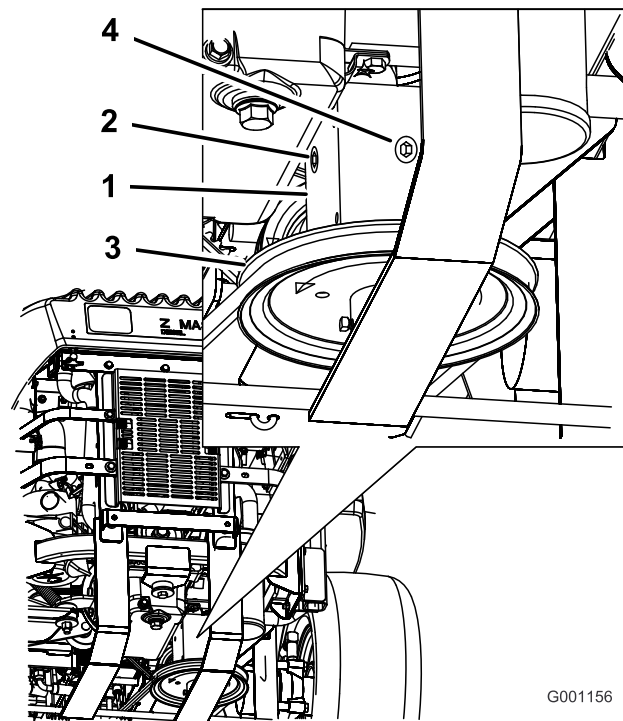

Figure 56
4. Enlevez le bouchon latéral ou arrière du boîtier (Figure 56).